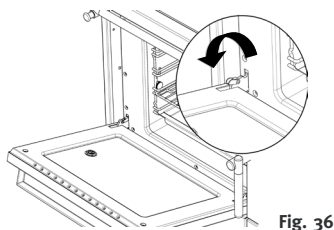

Fig. 36
- Ouvrir complètement la porte du four, rabattre les clips des charnières de porte vers l'avant (Fig. 36).